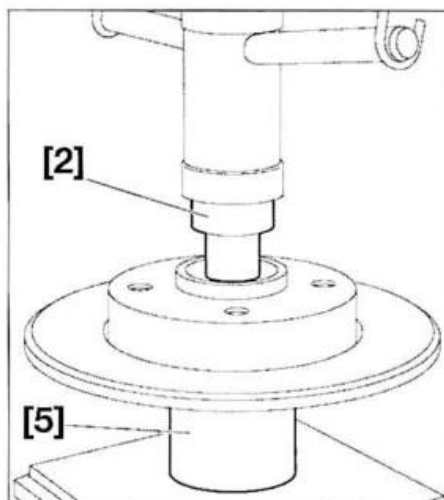

FIG. 31
- Colocar los útiles [2] (eje guía ref. 9501-T.E4) y [5] (eje guía ref. 5709-T.F2) (fig. 31).